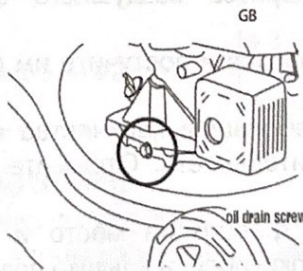

Рис. 16
- Ослабьте винт для слива масла шестигранным ключом и снимите его (рис. 16).